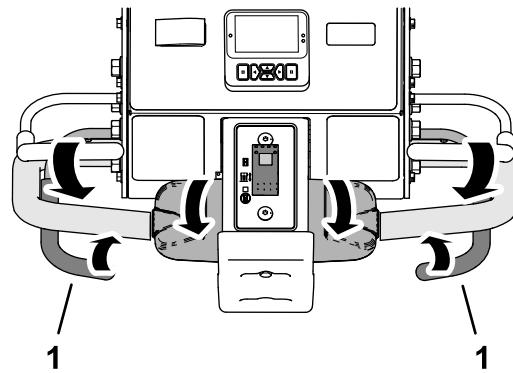

Bild 83
- Wenn der Vorderreifen über den Rand des Aerifizierbereichs rollt, schließen Sie entweder den linken oder rechten Aerifizierbügel (Bild 83).